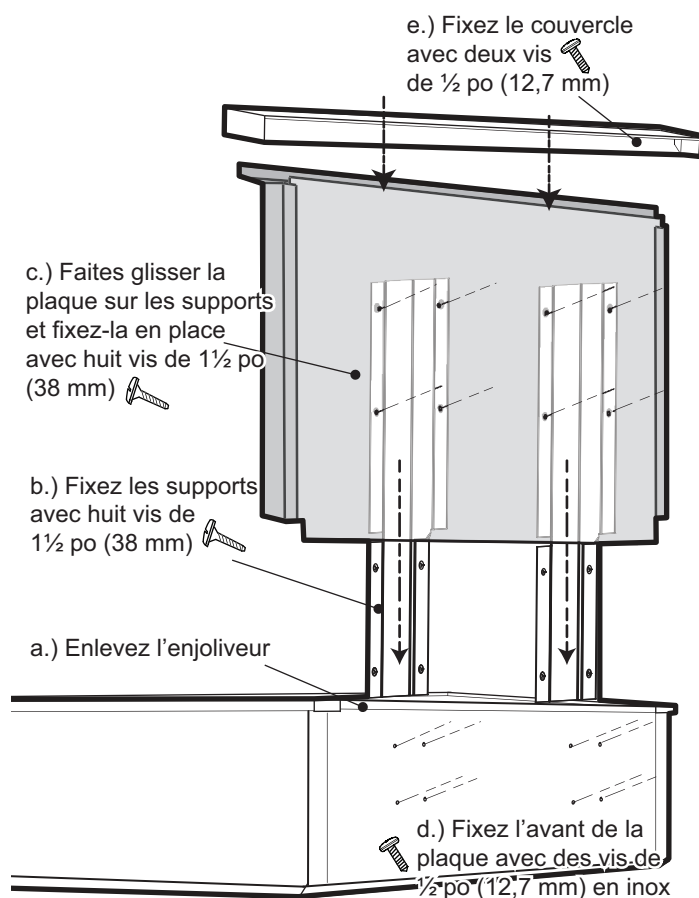

Figure 12 : Pose de la plaque de protection basse
- a. Selon le modèle, enlevez les trois ou quatre vis en acier inoxydable fournies avec Cloison sans espace libre et garniture pour installation en îlot. Enlevez les deux vis fixant la pièce au panneau arrière. Soulevez l'enjoliveur pour Cloison sans espace libre et garniture pour installation en îlot (A, Figure 12).
- b. Faites glisser les pattes des supports entre les deux panneaux arrière des boîtiers des cuisinières. Fixez chaque support avec quatre vis de 1½ po (38 mm) (B, Figure 12).
- c. Faites glisser la plaque de protection sur les deux supports à l'arrière de la cuisinière. Fixez-la en place avec huit vis de 1½ po (38 mm) (C, figure 12) (C, Figure 12).
- d. Fixez l'avant de la plaque de protection à la cuisinière avec trois ou quatre vis de ½ po (12,7 mm) (D, Figure 12).
- e. Placez le couvercle de la plaque de protection sur le dessus et fixez-le en place à l'aide de deux vis de ½ po (12,7 mm) (E, Figure 12).